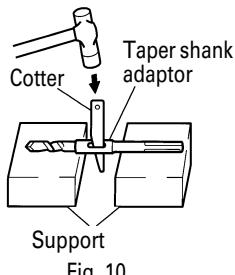

Fig. 10
- (2) Mettre l'appareil sous tension et percer un trou de base.
- (3) Après avoir retirer la poussière avec une seringue, fixer le mandrin à la pointe du sabot et l'enfoncer dans le sabot avec un marteau.
- (4) Pour retirer la mèche à queue conique, insérer une clavette dans la fente du raccord de queue conique et frapper sur la clavette avec un marteau. (Fig. 10)